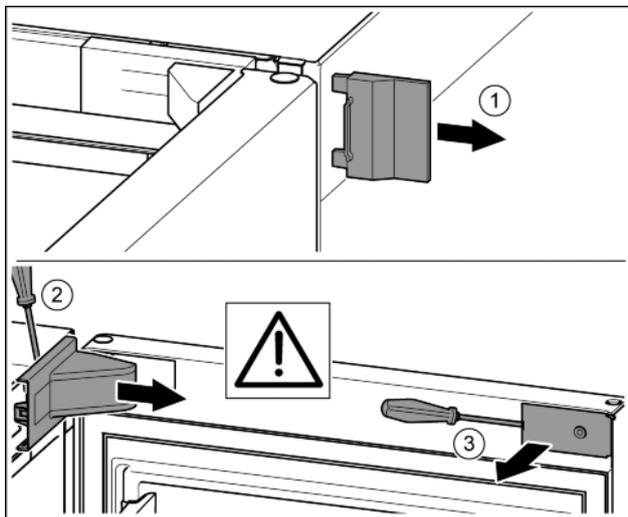

Fig. 9
- Äußere Abdeckung abnehmen. Fig. 9 (1)
- Lagerbockabdeckung mit Hilfe eines Schraubendrehers ausrasten und lösen. Lagerbockabdeckung abnehmen. Fig. 9 (2)
- Blende mit Schlitzschraubendreher ausrasten und zur Seite schwenken. Fig. 9 (3)